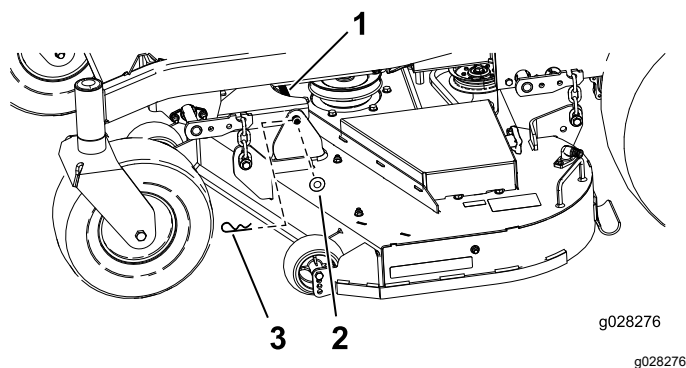

Figure 66
5. Retirez la goupille fendue et la rondelle qui fixent la barre de liaison au cadre et au tablier, et enlevez la barre de liaison (Figure 66).
- Fixez la barre de liaison avec les goupilles fendues et les rondelles retirées précédemment (Figure 66).